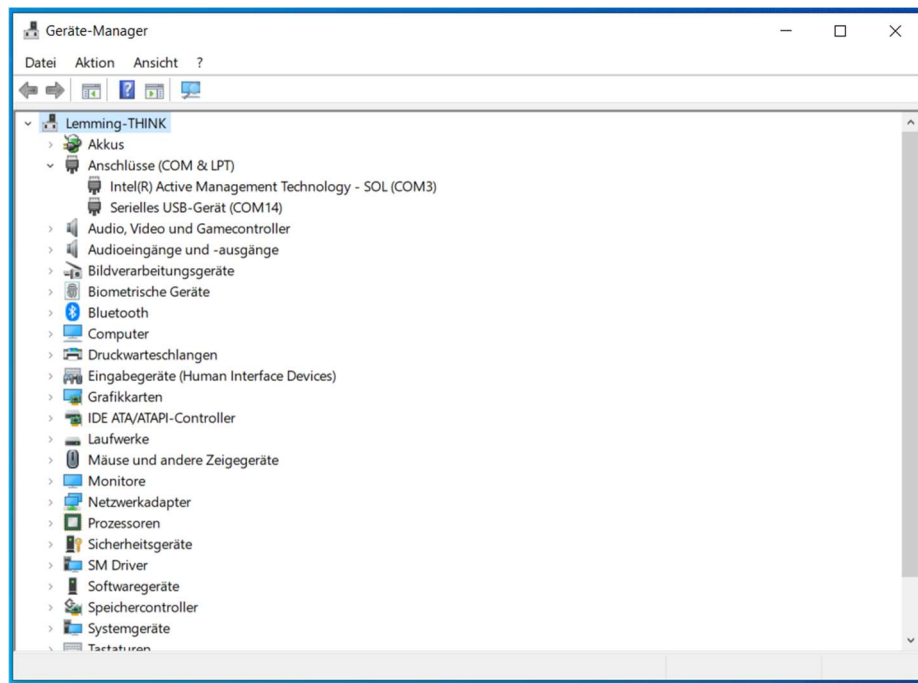

Bild 4.1: Geräte Manager [2]
- Bild 4.1 zeigt die Liste der Hardwarekomponenten im Geräte-Manager. Die Messkarte MeDev-X100 Ver 2.2.1 ist angeschlossen und wird als *Seriellles USB-Gerät (hier COM14)* angezeigt. Mit der rechten Maustaste klickt man auf *Seriellles USB-Gerät (COM14)* und gelangt dann zu einem weiteren Fenster.